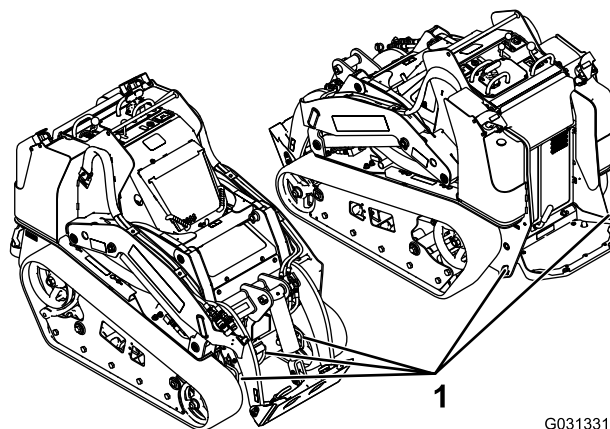

Figure 29
8. Servez-vous des points d'attache en métal de la machine pour arrimer solidement la machine sur la remorque ou le véhicule utilitaire avec des sangles, des chaînes, des câbles ou des cordes (Figure 29). Voir la réglementation locale concernant les exigences en matière d'arrimage.